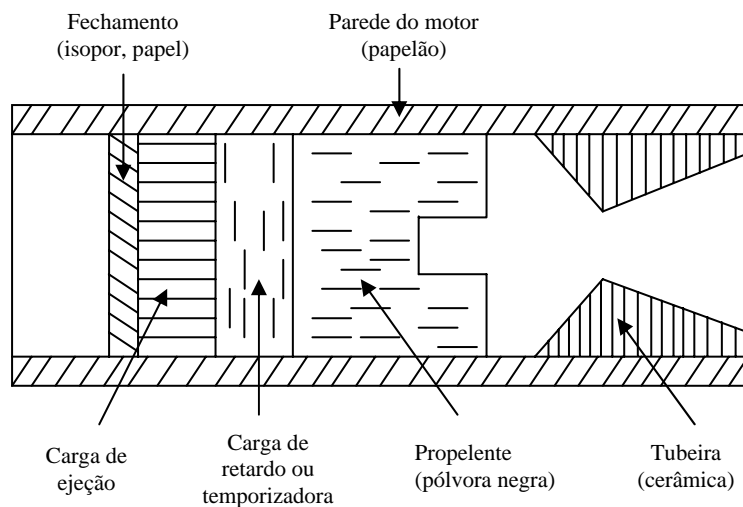

Figura 1. Componentes do motor-foguete.
O esquema da Figura 1 mostra a estrutura típica de um motor-foguete de espaçomodelo (EM). Seus componentes são: